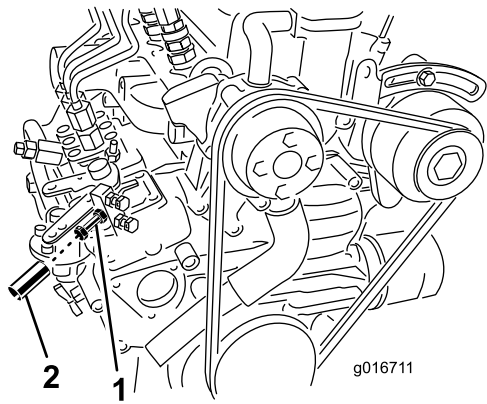

Figura 4
3. Utilizzando un tachimetro e la vite di regolazione dell'acceleratore sul motore (Figura 4), impostate la velocità del motore a un massimo di 3.200 giri/min, poi serrate il controdado sulla vite di regolazione.
5. Fate scorrere un tubo di alluminio sulla vite di regolazione dell'acceleratore e il controdado (Figura 4) e crimpatelo sopra la vite, in modo che la vite non possa essere regolata nuovamente.